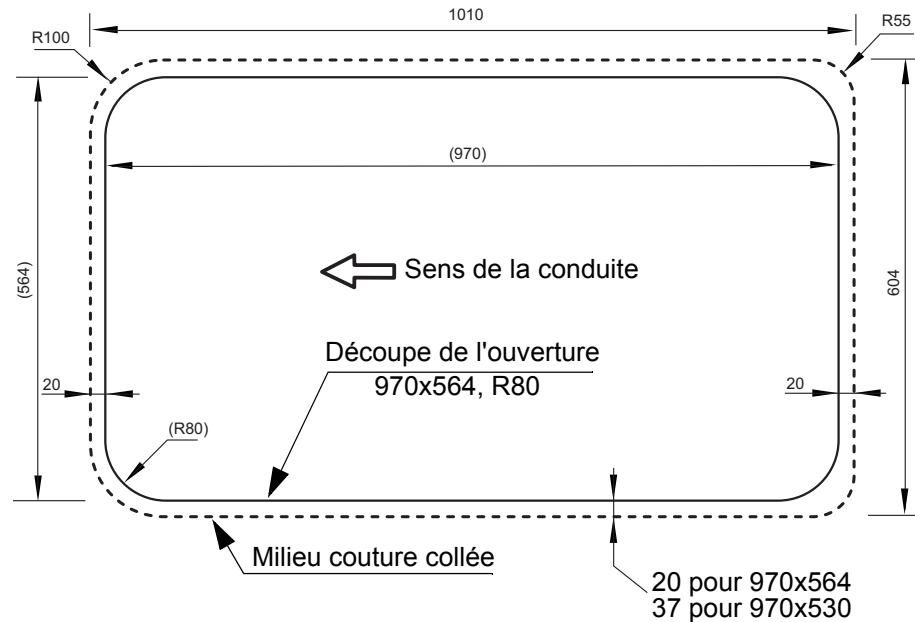

Fig. 4.6
- Dépolir la plaque de base et le toit dans la zone de collage (Fig. 4.6 et Fig. 4.10), les nettoyer avec du nettoyant Sika Cleaner et les pré-traiter avec Sika Primer (respecter les indications du produit).